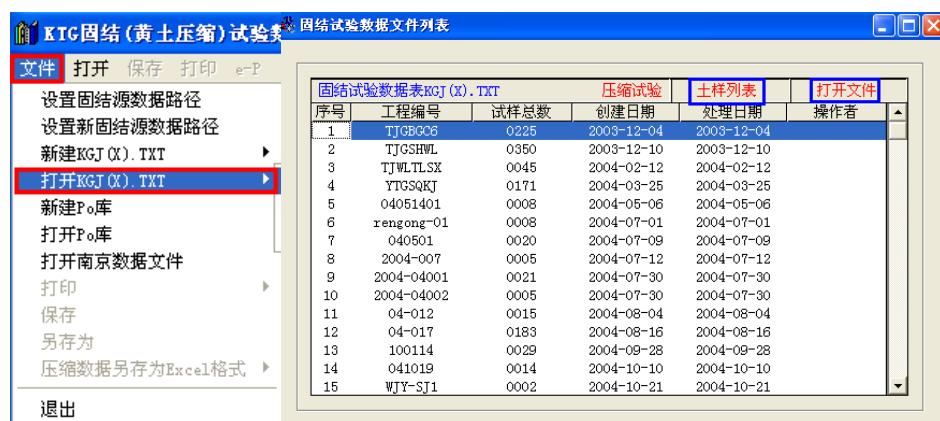

图 4-10 选择已有的工程
用户可以打开已处理过的固结试验数据，通过主菜单[文件]→[打开 KGJ (X) .TXT 文件]，选中要处理的工程双击鼠标左键或右上角的[打开文件]，如图 4-10 所示。